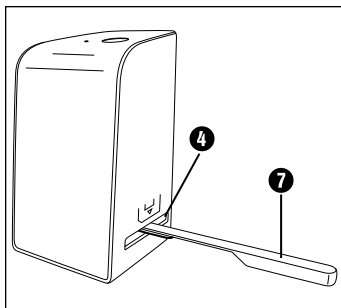

Bild 3
- ◆ Rengör bakgrundsbelysningen inuti produkten med hjälp av rengöringsborsten **7**. Skjut endast in rengöringsborsten med rengöringsytan vänd nedåt i det högra facket **4** (se bild 3).